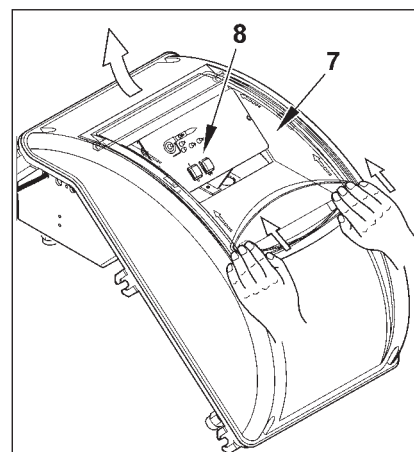

Рис. 4
- 4) Чтобы снова закрыть крышку электрической панели, ввинтить 4 винта (1) с моментом затяжки примерно 5 Н·м для обеспечения надлежащей герметичности. Теперь можно получить доступ к блоку управления (8). Для этого отцепите прозрачное окошко (7) лёгким надавливанием руки в направлении стрелок, как показано на рис. 4. Подождите, пока окошко немного не сдвинется, а после этого снимите его с крышки.